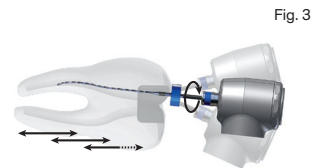

Fig. 3
5. Utilice la XP-FR durante 30 segundos, realizando movimientos longitudinales lentos y suaves de 7-8 mm con el fin de tratar toda la longitud del conducto (Fig. 3). Realice pequeños movimientos pluridireccionales y evite retirar la lima del conducto.
5. Utilizzare l'XP-FR per 30 secondi, eseguendo movimenti longitudinali lenti e delicati di 7-8 mm per arrivare a contatto con l'intera lunghezza del canale (Fig. 3). Eseguire piccoli passaggi multidirezionali ed evitare di rimuovere la lima dal canale.
5. Utilize a XP-FR durante 30 segundos, efetuando movimentos longitudinais lentos e suaves de 7-8 mm, de modo a que a lima entre em contacto com todo o comprimento do canal (Fig. 3). Execute pequenos movimentos multidireccionais e evite retirar a lima do canal.